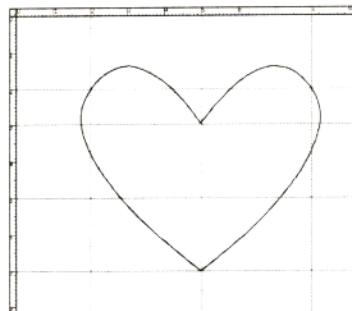

图 1-19
**提示：**执行“视图”→“清除参考线”命令，可以把参考线去除（图 1-19）。